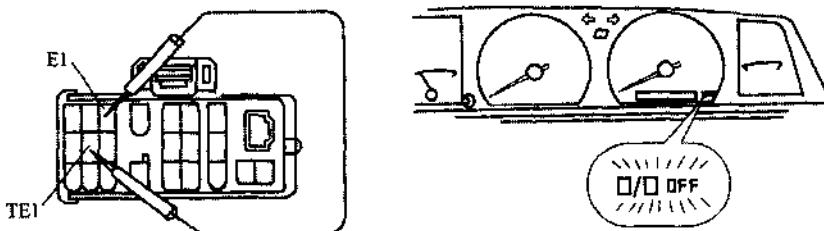

图 6.1 丰田汽车 ECU 故障检测插座
① 打开点火开关，将它置于“ON”位置，但不要启动发动机，并将 O/D OFF 开关置于“ON”位置。
② 打开汽车 ECU 故障检测插座盖，依照盖内所注明的各插孔的名称，用一根导线将 TE1（故障自诊断触发端）和 EI（搭铁）两插孔相连接，如图 6.1 所示。
③ 这时 O/D OFF 指示灯闪亮不停，我们可以通过闪亮的频率来判断系统有无故障。以单一频率持续闪亮表示无系统故障（ECU 中没有故障代码），以变频率闪亮表示 ECU 中有故障代码，通过闪亮次数就可得到故障代码。
④ 读取所有的故障代码后，从插座上拔下连接导线，关闭点火开关。